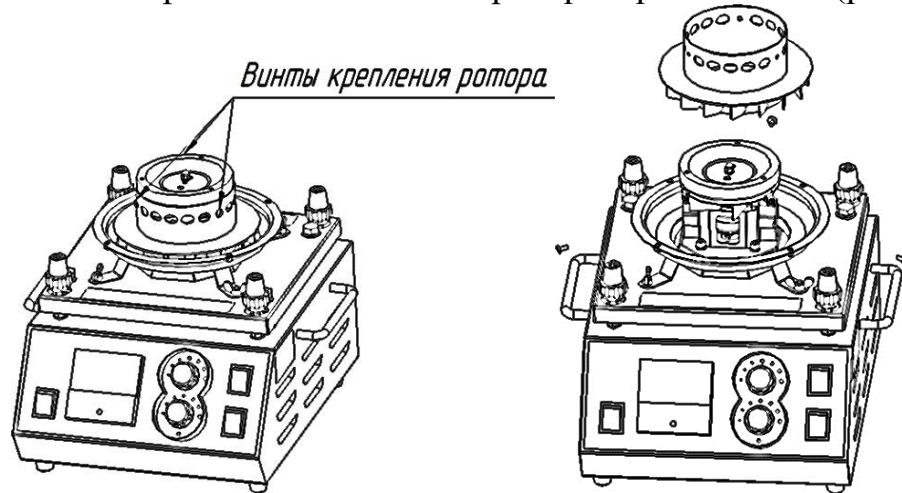

Рисунок 9
- открутите 3 винта крепления и снимите ротор с крыльчаткой (рисунок 9):